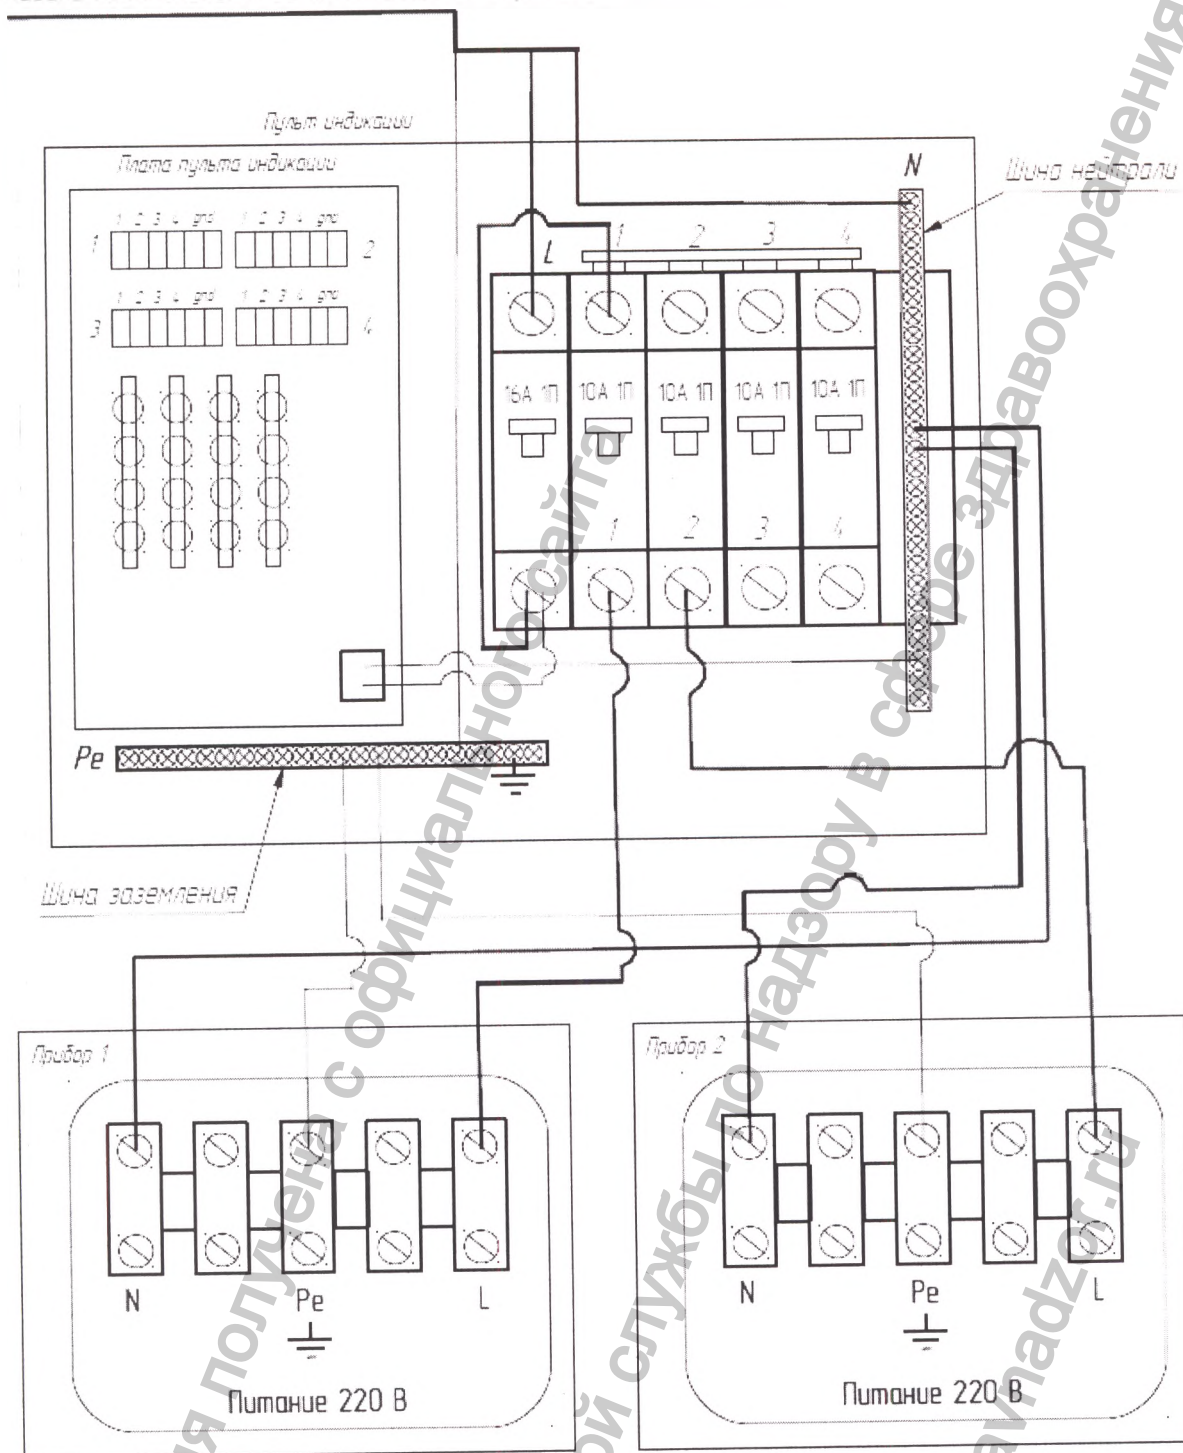

Рисунок 2.8 — Подключение прибора к электросети при использовании пульта индикации
2.3.3.9 Подключение электропитания к прибору осуществляется трехжильным кабелем с сечением проводов  $0,5 \text{ мм}^2$  (ПВС  $3 \times 0,5$  или аналогичным). Длина кабеля не должна превышать 100 м. При использовании пульта индикации подключение прибора к электросети необходимо выполнять в соответствии со схемой (рисунок 2.8) трехжильным кабелем с сечением проводов  $0,5 \text{ мм}^2$ . Подключение пульта индикации непосредственно к электросети необходимо осуществлять трехжильным кабелем с сечением проводов  $1,5 \text{ мм}^2$ . Длина кабелей не должна превышать 100 м.